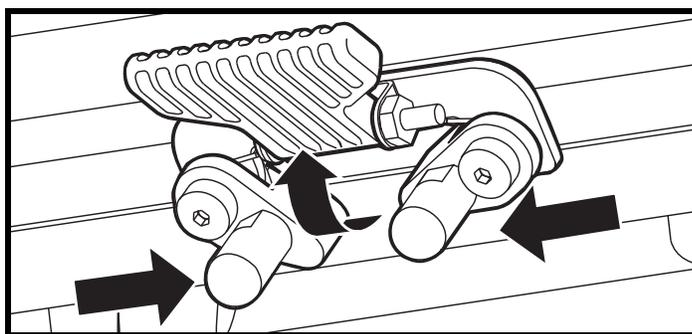

Figure 13. Loquet de sécurité (Deverrouille)
4. Basculez le loquet du siège vers le haut. Voir la figure 13.